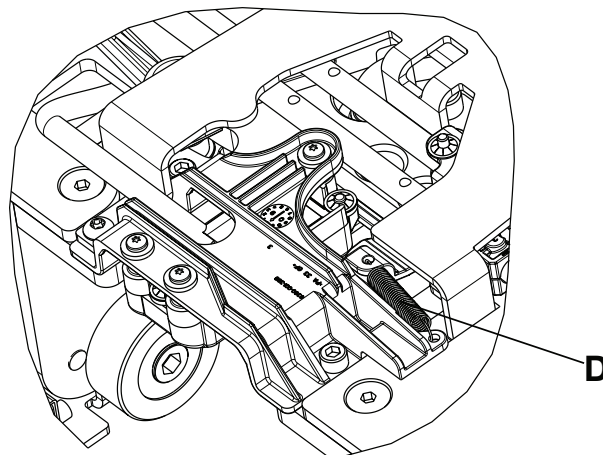

Figure 27 – Emplacement du ressort de retour
5. Retirer et conserver le ressort de retour (D) (Figure 27).